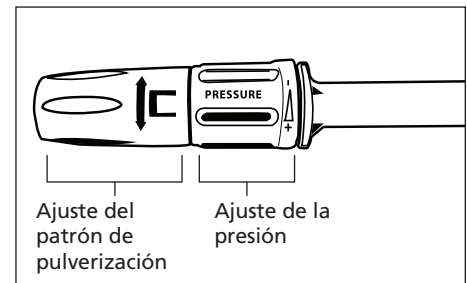

Figura 2
- Confirme que la lanza no esté ajustada en la posición de jabón. Vea la Figura 2.